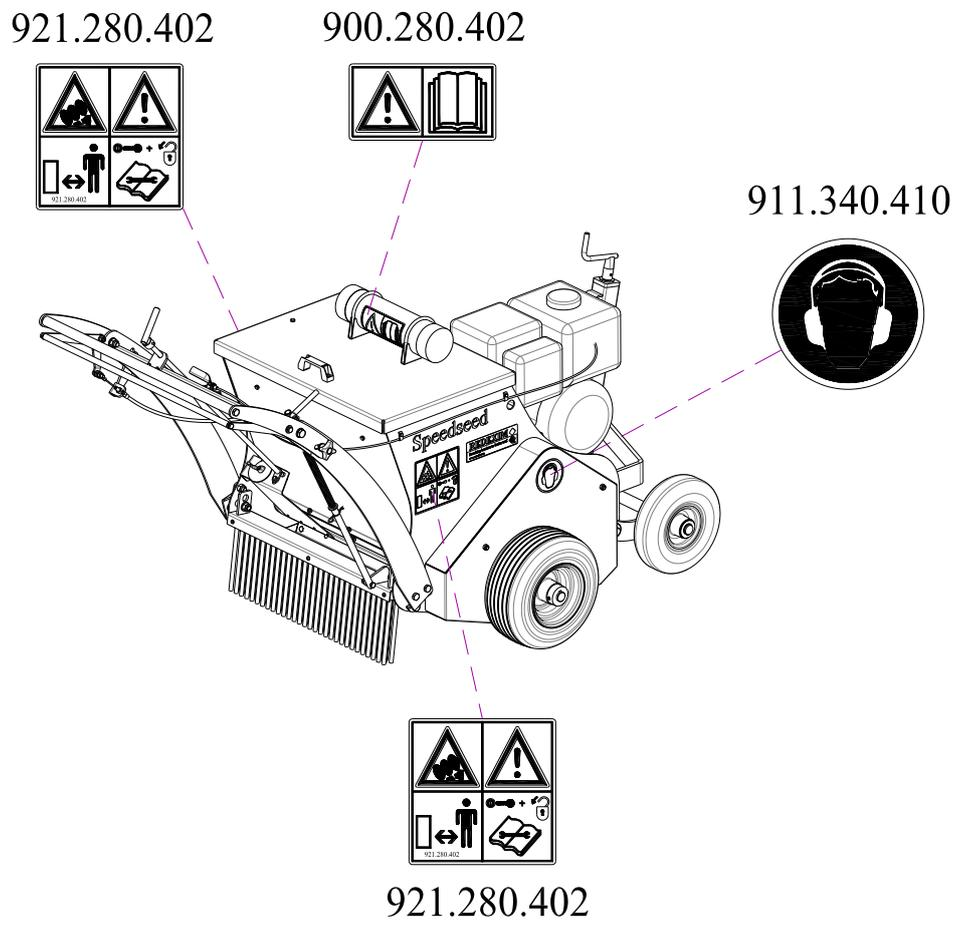

Fig. 6
De part et d'autre du Speedseed Walk Behind se trouvent des autocollants de sécurité (Fig. 3,4,5) sur le panneau latéral et sur le capot de protection (Fig. 6) avec une signification concordante. Ces autocollants de sécurité doivent être toujours bien visibles et lisibles et doivent être remplacés lorsqu'ils sont endommagés.
(7) Emplacement des autocollants de sécurité. (Fig. 6)